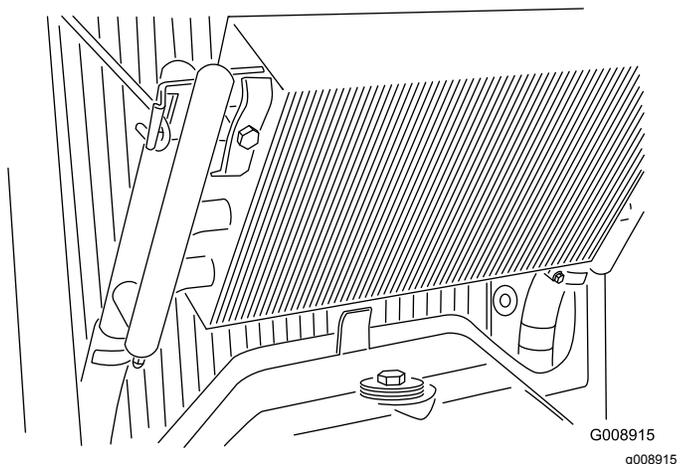

Figure 59
4. Déverrouillez le refroidisseur d'huile et faites-le basculer en arrière (Figure 59).